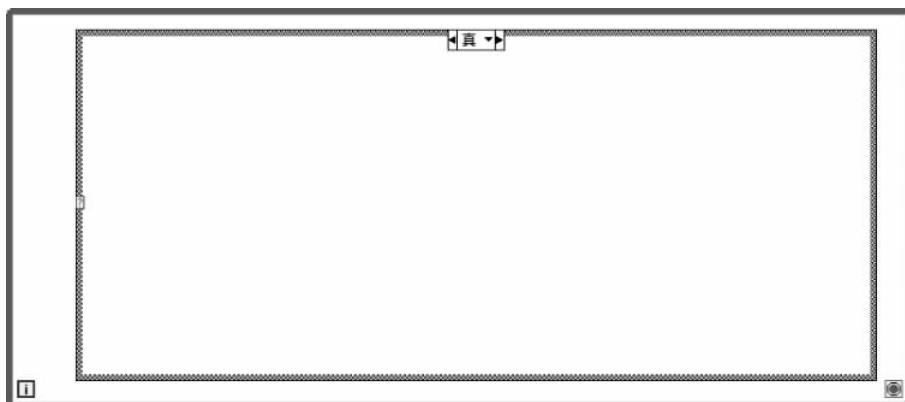

图 3-9 创建“循环结构”
(1) 创建外部循环结构。新建 VI, 在程序框图界面空白处右击, 依次选择“编程/结构”选项面板中的“While 循环”和“条件结构”函数, 如图 3-9 所示。